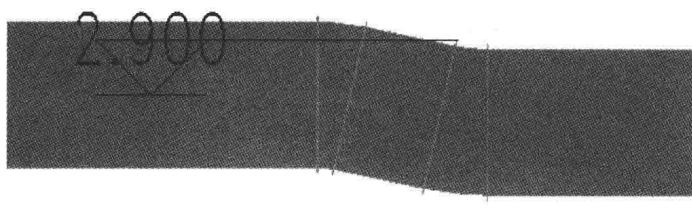

图 2.1-10
4) 再通过“修剪”命令把这三根管连接在一起就实现了不同标高水平管的连接，并且生成的角度我们是可以控制的，如图 2.1-10 所示。